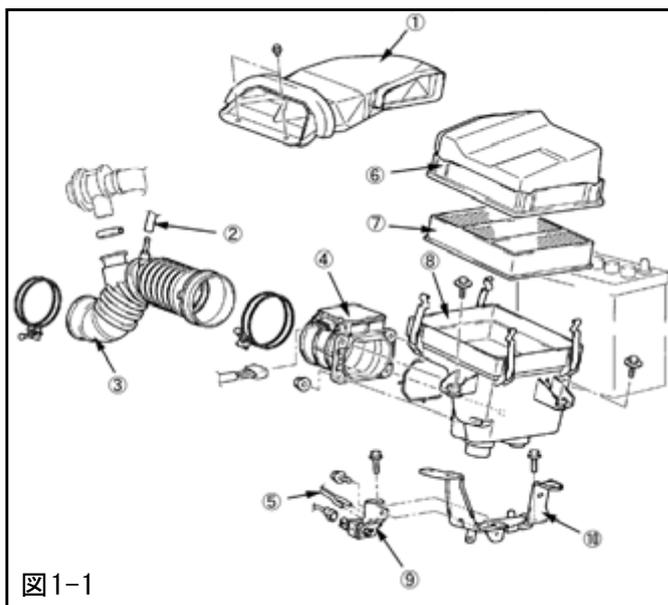

図1-1
- (1) 図1-1の①～⑩を取外してください。(図1-1)